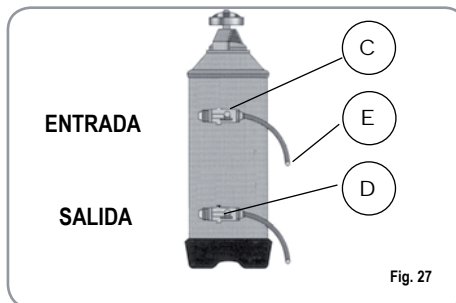

Fig. 27
- 1) Apagar la máquina y colocar un recipiente de al menos 5 litros de capacidad debajo del tubo E (Fig. 27).